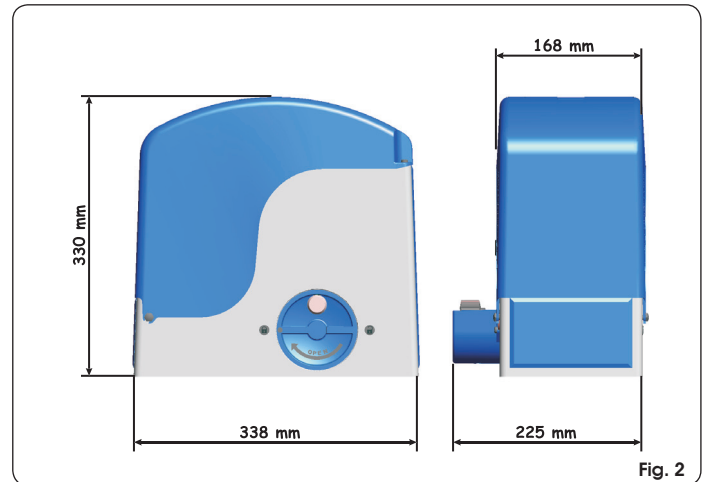

Fig. 2
1. Draai het ontgrendelingsmechanisme ongeveer 180° tegen de wijsers van de klok in, zoals aangegeven in Fig. 2 ref. ①.
2. Draai de sleutel tegen de wijsers van de klok in, Fig. 2 ref. ②, en trek hem uit het slot, zoals aangegeven in Fig. 2 ref. ③.
Abmessungen des Antriebs	Siehe Abb. 2